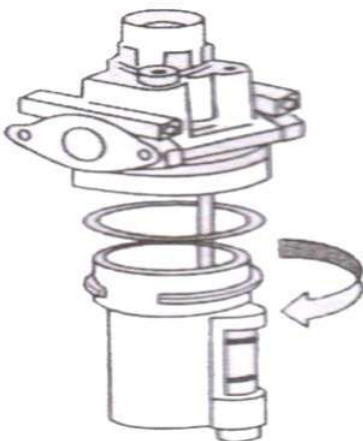

図 29
- オイル噴霧器の油面を定期的に確認し、油面がスケールより低い場合はエアーツールオイル 32 番を補充してください (図 29) 。